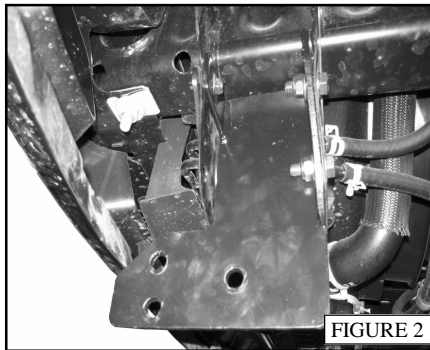

FIGURE 2
4. Attach the driver side lower mounting bracket to the frame channel using (1) M8 X 30MM Hex Bolt, (2) M8 Flat Washers, (1) M8 Lock Nut, (2) M10 X 30MM Hex Bolts, (4) M10 Flat Washers, and (2) M10 Lock Nuts. Do not fully tighten at this time. (FIGURE 2)
4. Fixer le support de montage inférieur côté conducteur sur le châssis en utilisant (1) M8 X 30MM boulon hexagonal, (2) M8 rondelles plates, (1) M8 écrou de blocage, (2) M10 X 30MM boulons hexagonaux, (4) M10 rondelles plates et (2) M10 écrous de blocage. Ne pas serrer complètement pour l'instant. (FIGURE 2)